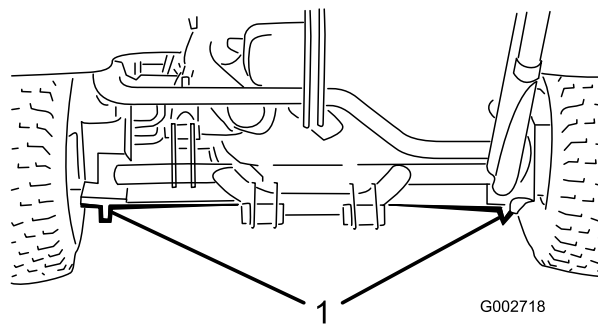

Рисунок 17
- На левой или правой стороне — под задним колесным гидромотором или под рамой (Рисунок 17).